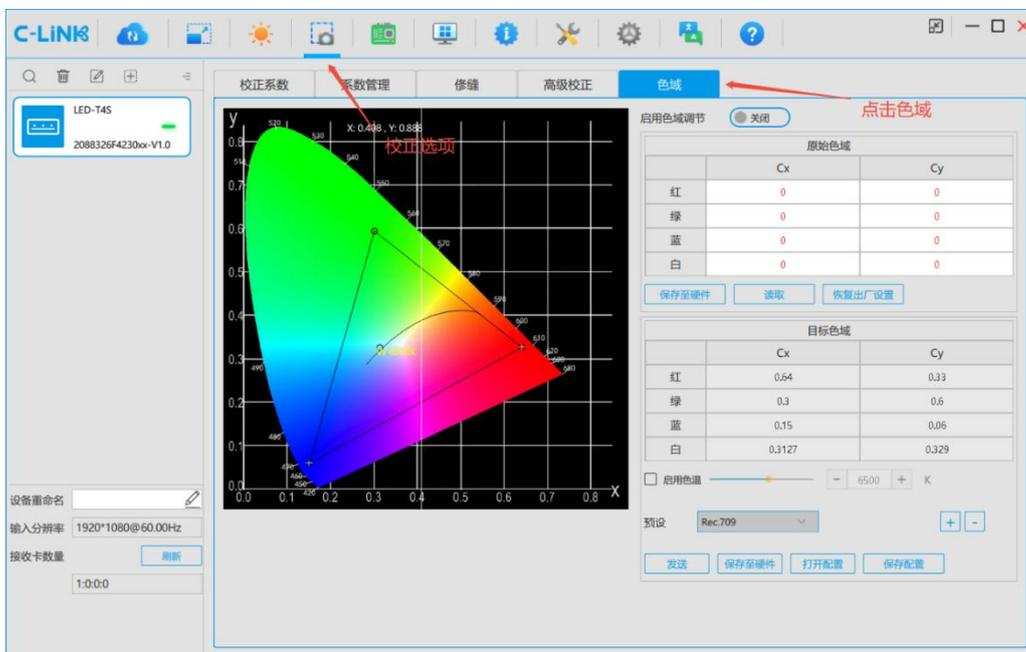

图 10-17 色域
- 步骤 1 在“校正”对话框中，选择“色域”页签，如图 10-17。